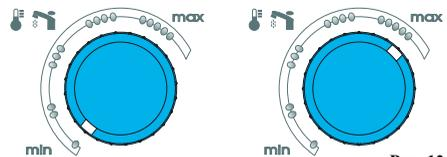

Рис. 12
Вы можете изменять температуру воды с помощью регулятора (22) в диапазоне между отметками min и max (рис. 12)